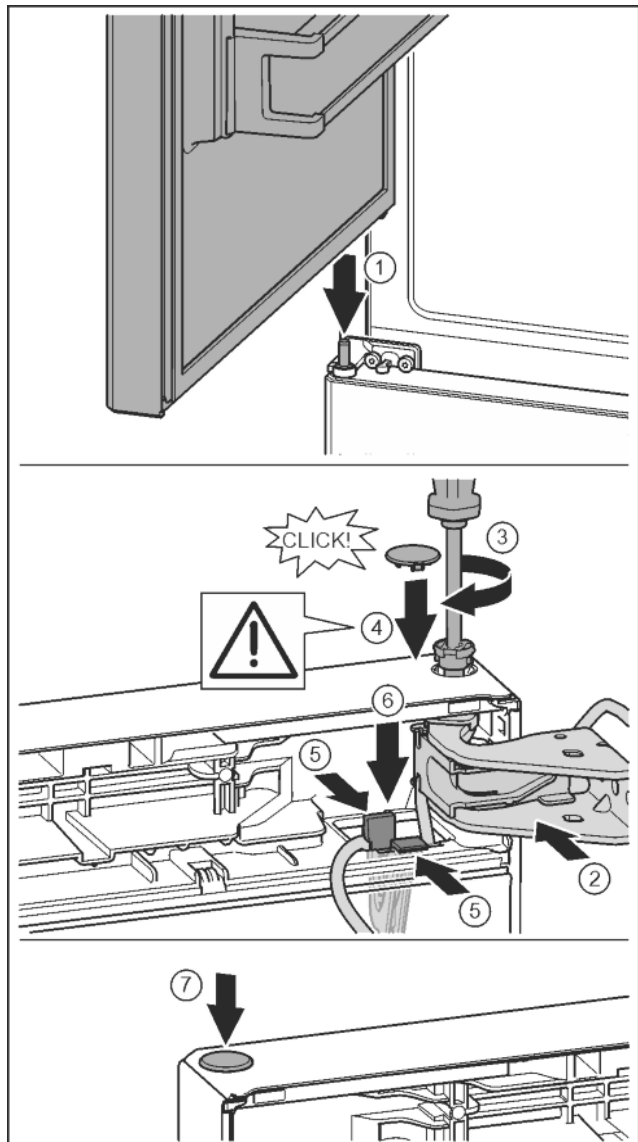

Fig. 35
- ▶ Obere Tür auf mittleren Lagerbolzen setzen Fig. 35 (1)
- ▶ Tür oben zur Öffnung im Lagerbock ausrichten. Fig. 35 (2)
- ▶ Bolzen einsetzen und mit Schraubendreher T15 festschrauben. Fig. 35 (3)
- ▶ Sicherungsabdeckung zur Sicherung der Tür montieren: Sicherungsabdeckung einsetzen und kontrollieren ob sie auf der Tür aufliegt. Ansonsten Bolzen vollständig einsetzen. Fig. 35 (4)
- ▶ Halter mit daran befestigtem Kabel in Öffnung einsetzen. Dabei muss die Lasche mit der längeren Öffnung nach vorne zeigen. Fig. 35 (5)
- ▶ Halter nach unten drücken bis die Lasche einrastet. Fig. 35 (6)
- ▶ Stopfen einsetzen. Fig. 35 (7)